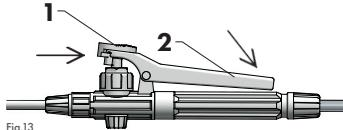

Fig.13
Le verrou sur le levier de la soupape de poignée (fig. 13 / pos. 1) permet une pulvérisation continue. Pour verrouiller le levier, appuyez sur le levier (fig. 13 / pos. 2) et déplacez le verrou (fig. 13 / pos. 1) comme indiqué sur la figure ci-dessous. Déverrouillage - il suffit de déplacer le verrou (fig. 13 / pos. 1) dans le sens opposé.
Le verrou sur le levier de la soupape de poignée (fig. 13 / pos. 1) permet une pulvérisation continue. Pour verrouiller le levier, appuyez sur le levier (fig. 13 / pos. 2) et déplacez le verrou (fig. 13 / pos. 1) comme indiqué sur la figure ci-dessous. Déverrouillage - il suffit de déplacer le verrou (fig. 13 / pos. 1) dans le sens opposé. Le filtre (fig. 13 / pos. 1) se trouvant dans la poignée de la lance (fig. 13 / pos. 2) et la buse standard (fig. 10 / pos. 1) se trouvant à l'extrémité de la lance (fig. 1 / pos. 1) doivent être nettoyés périodiquement ou avant chaque long arrêt. En cas de non-utilisation prolongée du pulvérisateur, il faut réaliser les activités d'entretenir. Pour ce faire, il faut éliminer les résidus d'agent utilisé, rincer le pulvérisateur de l'eau propre, puis graisser les joints au moyen d'huile silicone (ajouté à l'ensemble).